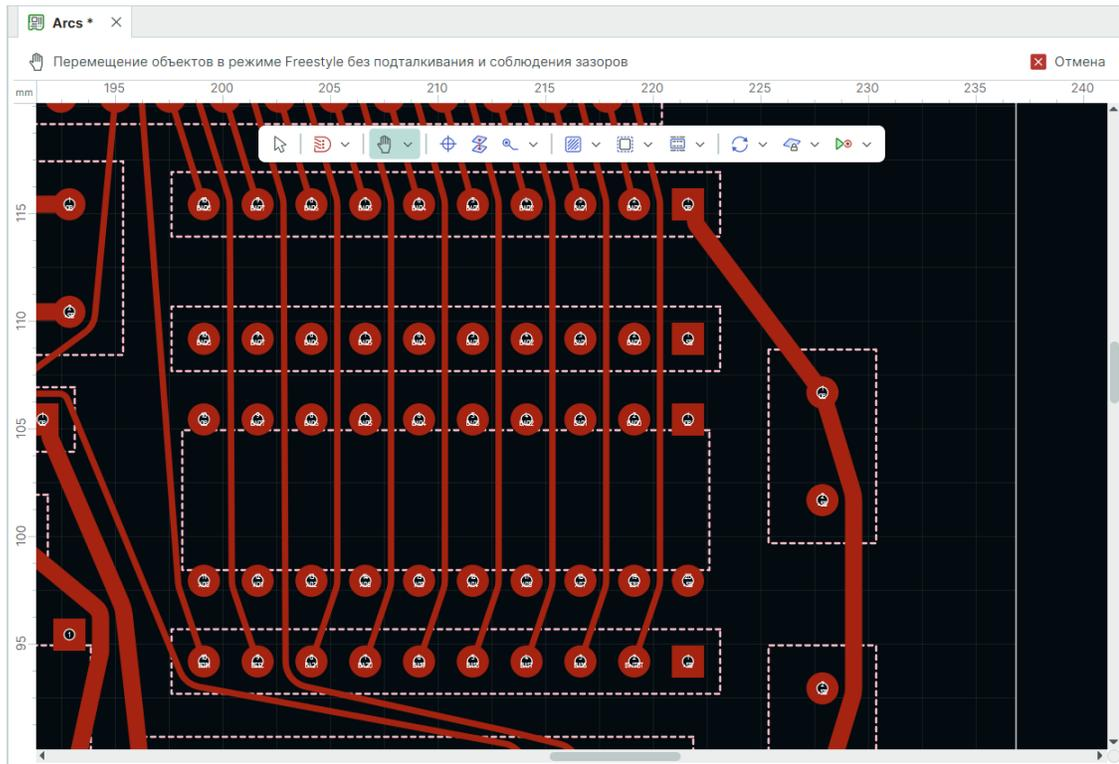

Рис. 407 Перемещение проводников в режиме Freestyle
1.3. После отпускания кнопки мыши выделенный проводник и проводники перед ним будут переброшены за контакты, см. Рис. 407.